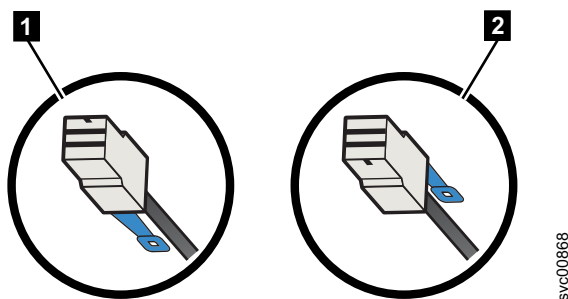

图 134. SAS 电缆接口方向
- 对于 2145-24F 或 2145-12F 扩展机柜，蓝色拉片必须在电缆下方（图 134 中的 **1**）。
- 对于 2145-SV1 或 2145-DH8 节点和 2145-92F 机柜，蓝色拉片必须在接口上方（图 134 中的 **2**）。